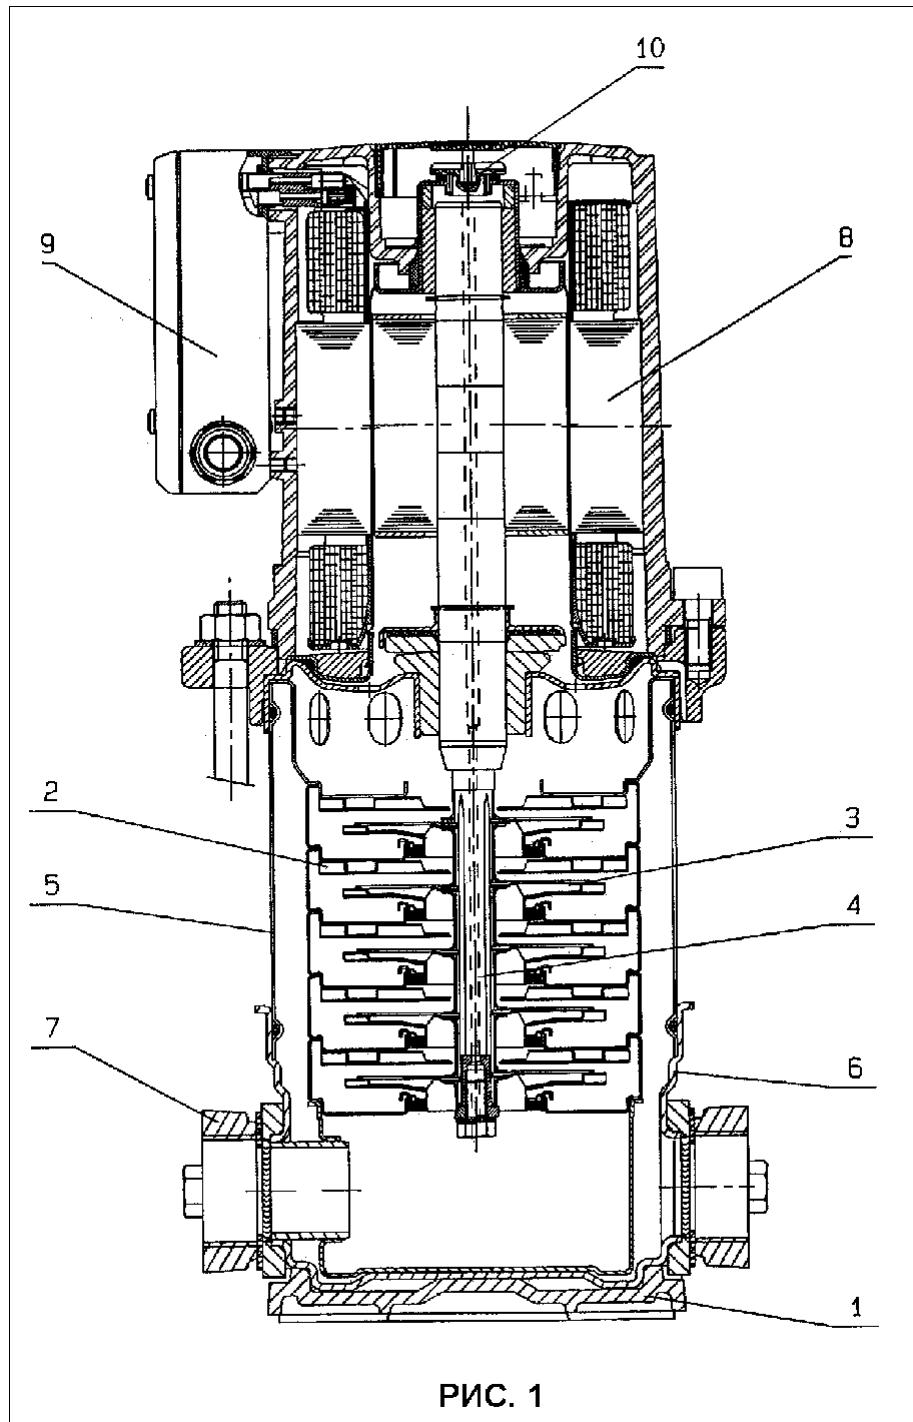

РИС. 1
Центробежный вертикальный многосекционный (2 – 10 камер) насос высокого давления с нормальным всасыванием, выполненный по “in-line” конструкции, то есть всасывающий и нагнетательный патрубки смонтированы на одной линии (рис. 1). Насос поставляется вместе с контр фланцами, герметичными прокладками и болтами.
Насосы MVIS оснащены двигателем с мокрым ротором (рис. 1, поз. 8), т.е. не имеют скользящих торцевых уплотнений. Перекачиваемая жидкость смазывает подшипники скольжения и охлаждает их и ротор. Насос располагается на опорной плите (рис.1, поз. 1), выполненной из серого чугуна, что обеспечивает закрепление основания установки.
Внутри камер (рис. 1, поз. 2) находятся рабочие колеса (рис. 1, поз. 3), закрепленные на одной оси. Корпус (рис. 1, поз. 5) обеспечивает герметичность, которая, в свою очередь, является гарантией надежного функционирования оборудования. Все компоненты, находящиеся в соприкосновении с перекачиваемой жидкостью, выполнены из хромоникелевой стали. Насосы сертифицированы как пригодные для перекачивания питьевой воды.
- п Закрыть оба запорных вентиля, открыть винт удаления воздуха (рис. 1, поз. 10) на полтора оборота
- п **Контроль направления вращения:** На крышке коробки соединений (рис. 1, поз. 9) находится сигнальная лампочка. Лампочка загорится, если направление вращения выбрано, верно. Если сигнальная лампочка не горит, значит, либо отсутствует напряжение, либо направление вращения выбрано неверно. Во втором случае необходимо поменять местами любые две фазы в коробке соединений.
- п Если место, где установлен насос, не защищено от мороза или в тех случаях, когда оборудование находится в состоянии простоя в течение длительного времени, необходимо слить воду из насоса и трубопроводов. Для этого закройте запорные вентили, откройте пробки, находящиеся в основании насоса (рис. 1, поз. 6) и винт для удаления воздуха (рис. 1, поз. 10). До открытия пробок необходимо убедиться в том, что запорные вентили надежно закрыты.